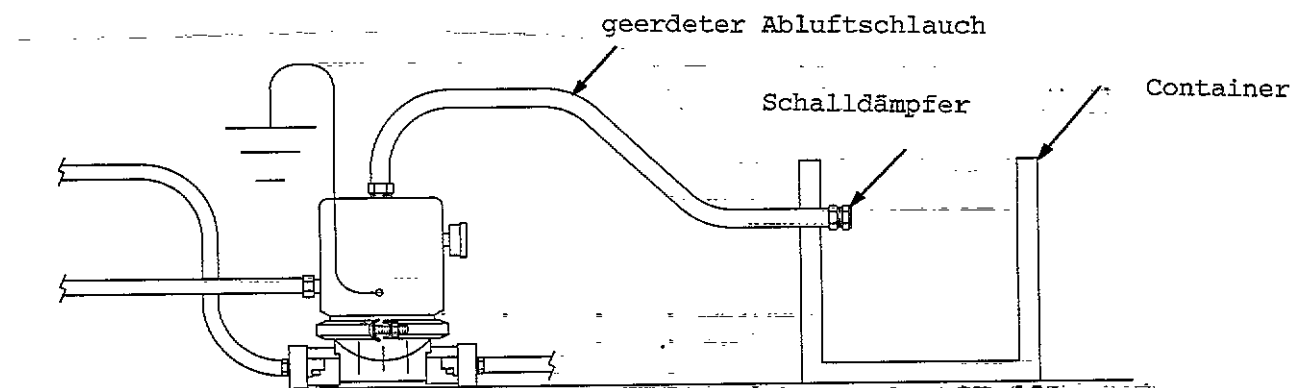

Abb. 3.1
Darauf achten, daß eine ausreichende Be- und Entlüftung besteht. Bei dem Pumpen von brennbaren oder gefährlichen Materialien muß die Abluft an einen sicheren Platz weg von Menschen-, Tieren- und Lebensmittelbereichen abgeführt werden. Wenn die Membrane beschädigt wird, kommt das Material mit der Abluft heraus. Container am Ende der Abluftleitung aufstellen, zum Auffangen des Materiales, siehe DETAIL A, Abb. 3.1.
2. Schalldämpfer am Pulsationsdämpfer abschrauben. Schlauch dort anbringen und Schalldämpfer am anderen Ende des Schlauches. Siehe DETAIL A, Abb. 3.1.